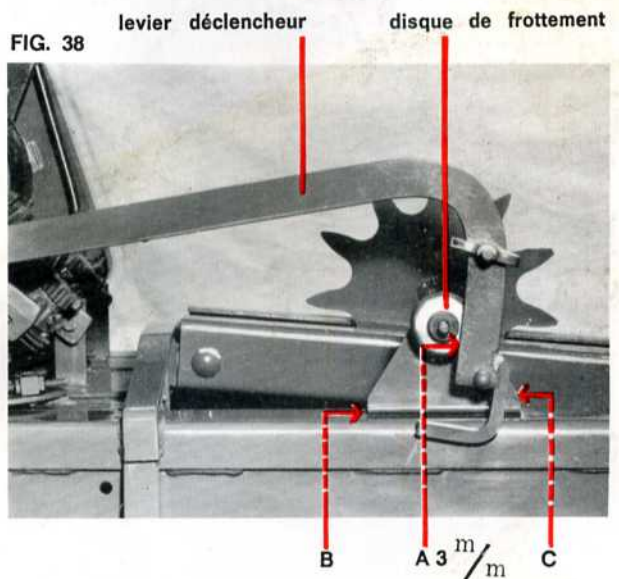

FIG. 38
Le pignon-mètreur doit être situé de façon que, lorsque le levier de déclenchement est déplacé jusqu'à sa position extrême arrière par la came fixée sur le disque d'embrayage du noueur, il existe un espace libre de 3 mm. entre le levier de déclenchement et le disque de frottement, comme il est montré sur la coupe transversale (Point A - Fig. 38). Ce qui procure un dégagement permettant au levier de déclenchement de revenir en place après chaque cycle du noueur et de produire ainsi des balles de longueur uniforme.
- 3 - Desserrez les boulons B et C (Fig. 38).